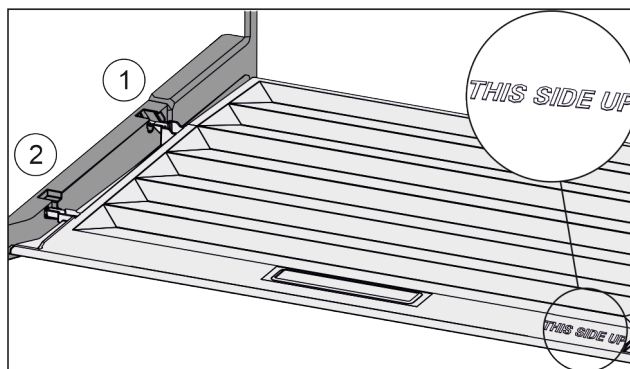

Fig. 108
- ▶ Výstupky víka zaveďte do zadních držáků Fig. 108 (1) a vpředu zaklesněte do držáku Fig. 108 (2).